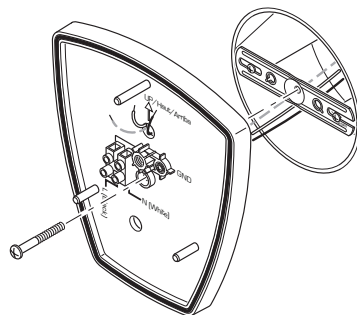

Figura 3
3. Pase los cables de la caja de conexiones por un agujero en el 1-2-Easy Connect™ (vea la Figura 3).
4. Coloque el 1-2-Easy Connect™ contra la caja de conexiones (vea la Figura 3).